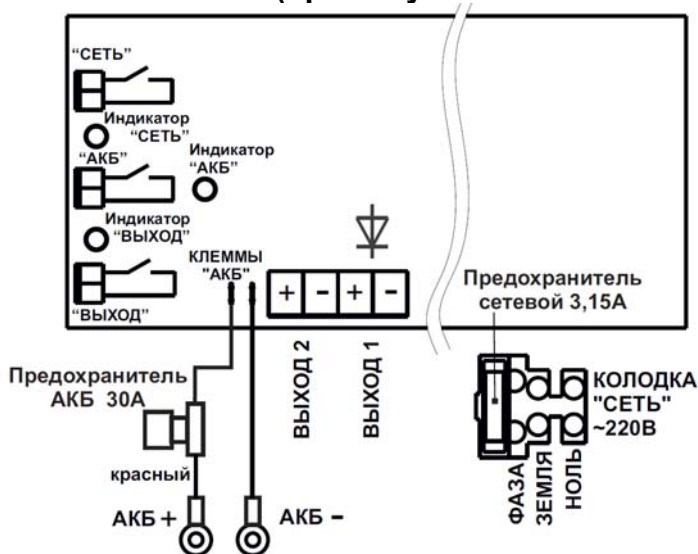

Рисунок 1 - Вид изделия с открытой крышкой (схема подключения)
- формирование выходных сигналов «СЕТЬ», «АКБ» и «ВЫХОД» в формате «СУХИЕ КОНТАКТЫ РЕЛЕ» (при наличии сигнала соответствующий контакт замкнут, см. рисунок 1);
На днище корпуса расположена печатная плата и клеммная колодка «СЕТЬ» со встроенным сетевым предохранителем (см. рисунок 1).
При необходимости отключения напряжения сети нужно извлечь, а для подачи сетевого напряжения вставить обратно, держатель с предохранителем в сетевой колодке (см. рисунок 1).
**Подключение устройства производится при отключенном сетевом напряжении** и открытой крышке (см. рисунок 1) в следующей последовательности: